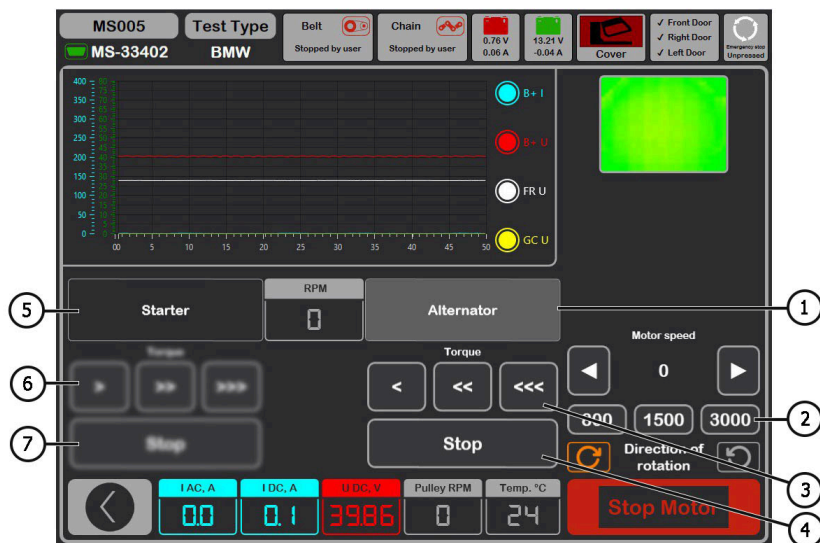

Рисунок 29. Меню режиму перевірки генератора 48 В
7.1. У вікні діагностики генератора (рис. 29) виберіть режим **«Alternator»** (див. поз. 1)